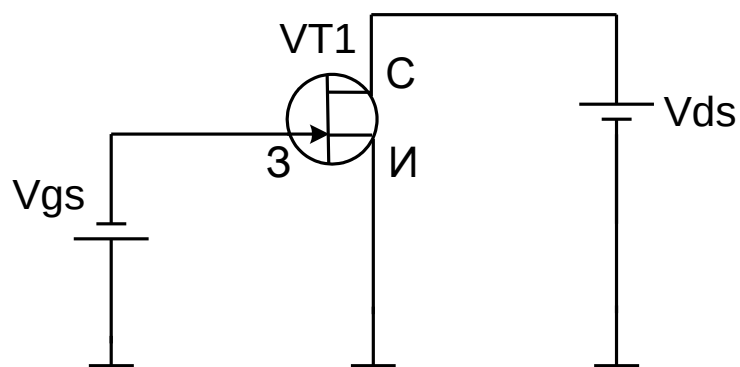

Рис. 3.1. Схема для исследования ВАХ ПТ
1.1. Постройте схему, изображенную на рис. 3.1. Схема изображена для полевого транзистора с n–каналом. Если заданный транзистор имеет канал p–типа, полярность затворного и стокового источников измените на противоположную. В англоязычном MicroCAP drain – сток, source – исток, gate – затвор.